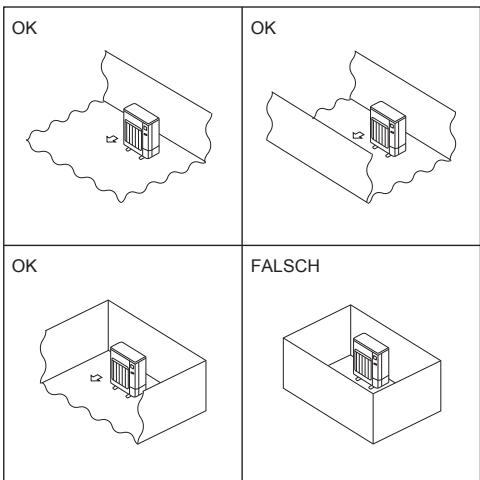

Fig. 2-2
- ◎ Installieren Sie Außenanlagen an einem Ort, an dem wenigstens eine der vier Seiten offen ist, und in einem ausreichend großen Raum ohne Senken. (Fig. 2-2)